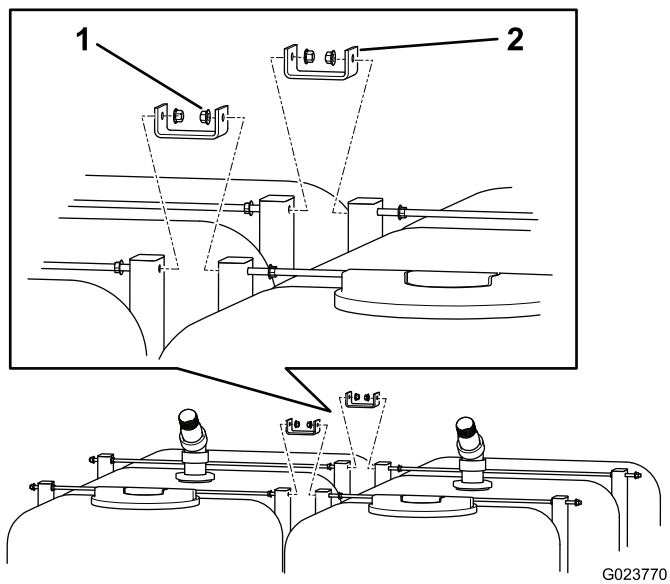

Figura 6
- Alinee los taladros de los soportes superiores con los taladros de los soportes verticales (Figura 6) y deslice las varillas hacia dentro a través de los taladros.